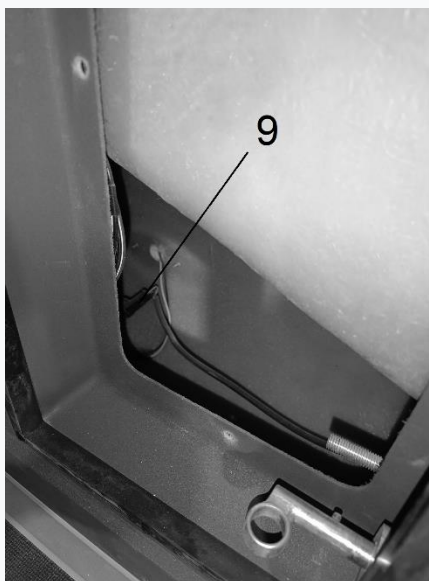

Рис.6.7
- від’єднати контакт (9) (рис. 6.7);